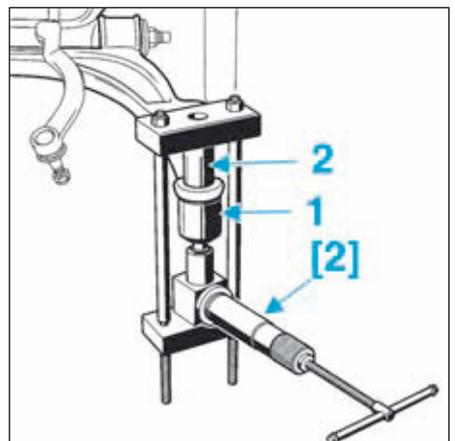

FIG.17
- Monter l'outil de dépose de la rotule [2] équipé de la bague (1) et du cylindre (2) (Fig.17). Puis agir sur le vérin pour déposer la rotule.